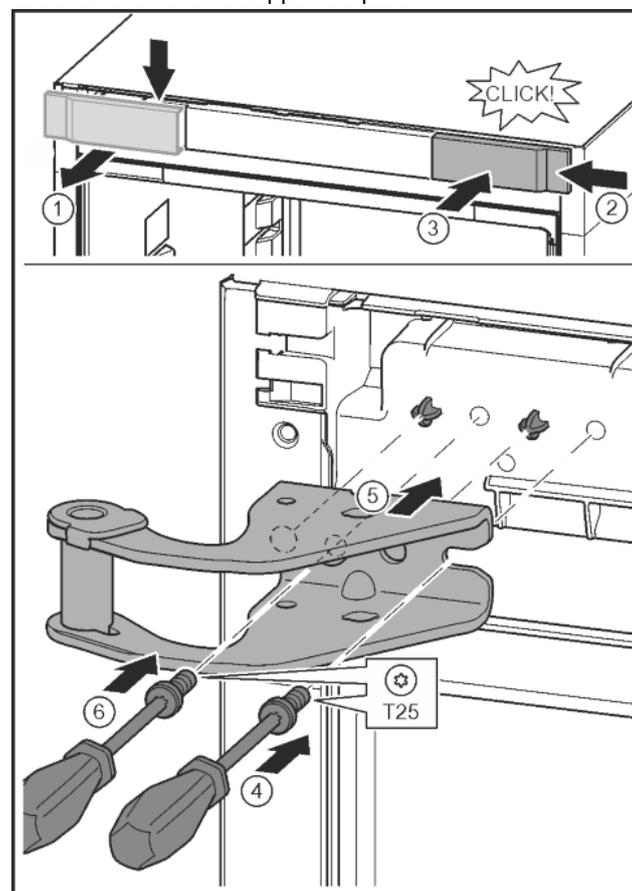

Fig. 14
► Libérer le cache et le retirer latéralement. Fig. 14 (1)
► Accrocher le cache tourné de 180° de l'autre côté à droite. Fig. 14 (2)
► Encliqueter le cache. Fig. 14 (3)
► Mettre en place la vis avec un tournevis T25. Fig. 14 (4)
► Mettre en place le support de palier supérieur. Fig. 14 (5)
► Serrer la vis. Fig. 14 (4)
► Mettre en place la vis avec un tournevis T25 et la serrer. Fig. 14 (6)